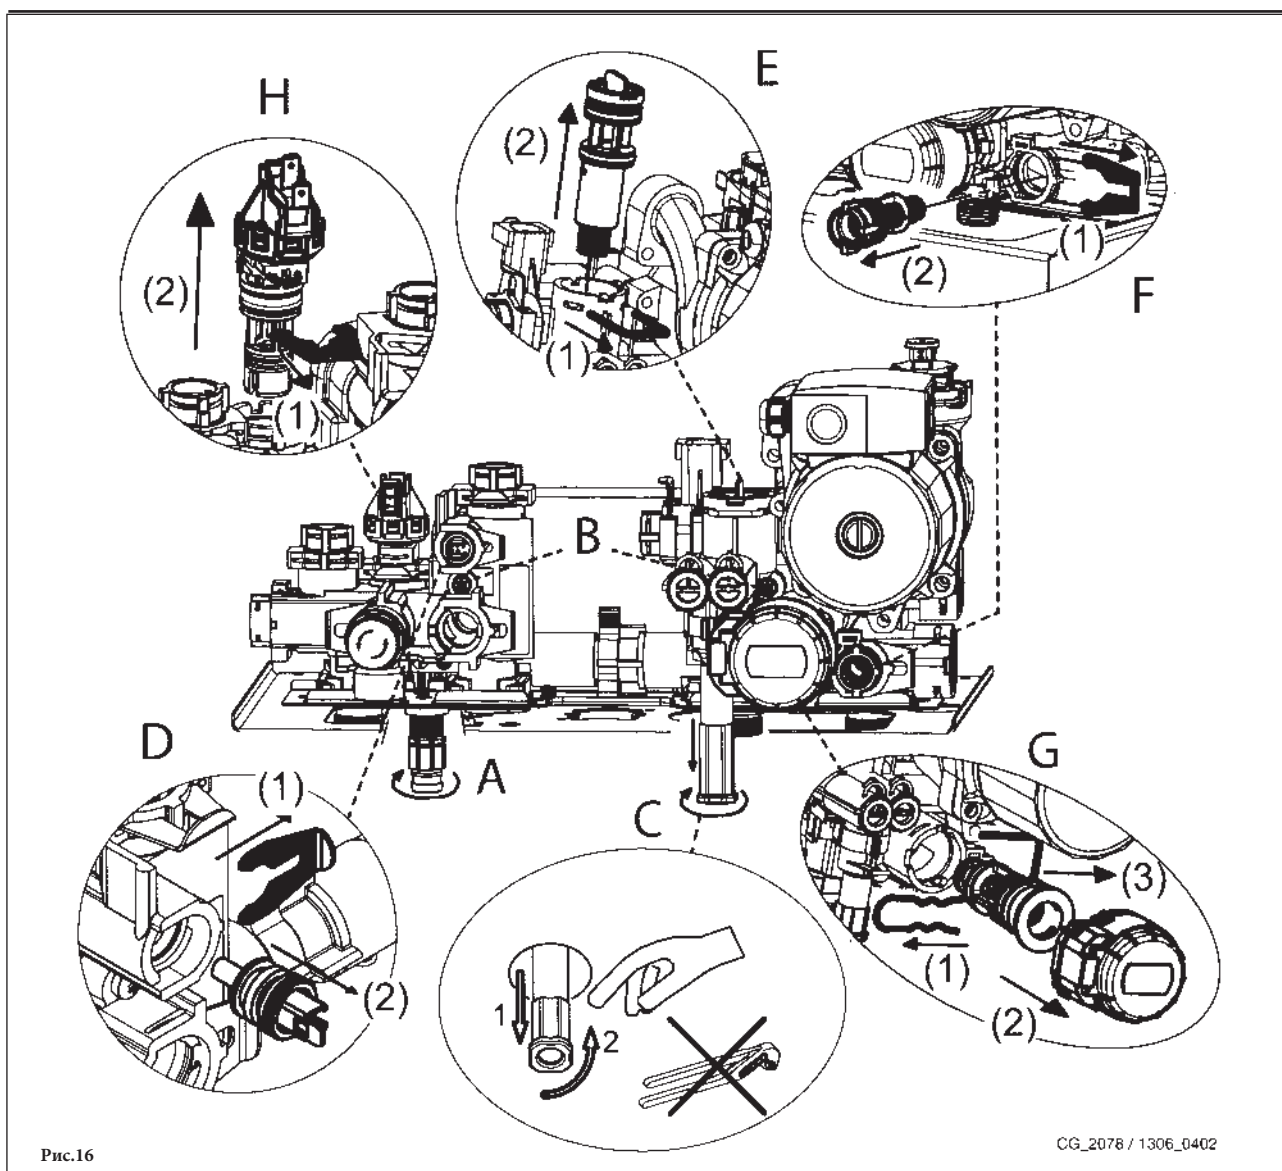

Рис.16
Фильтр на входе холодной воды системы ГВС и фильтр на обратной подаче системы отопления располагаются внутри специальных съемных картриджей. Картридж с фильтром системы отопления располагается на возврате из системы (рис.16 F), картридж с фильтром системы ГВС располагается на входе холодной воды (рис. 16E). Для очистки фильтров действовать следующим образом:
- слить воду из системы отопления, открыв кран А (рис.16);
- для того, чтобы вынуть картридж с фильтром системы отопления, необходимо вначале снять мотор трехходового клапана (1-2G – рис.16);
- Снять зажим 1E (рис.16);
- Снять фильтр (2E рис.16).
При отсутствии специального крана необходимо демонтировать вторичный теплообменник, как описано в следующем параграфе, и очистить его отдельно. Рекомендуем очистить от известкового налета также датчик NTC системы ГВС и место его расположения ( рис.16 D).